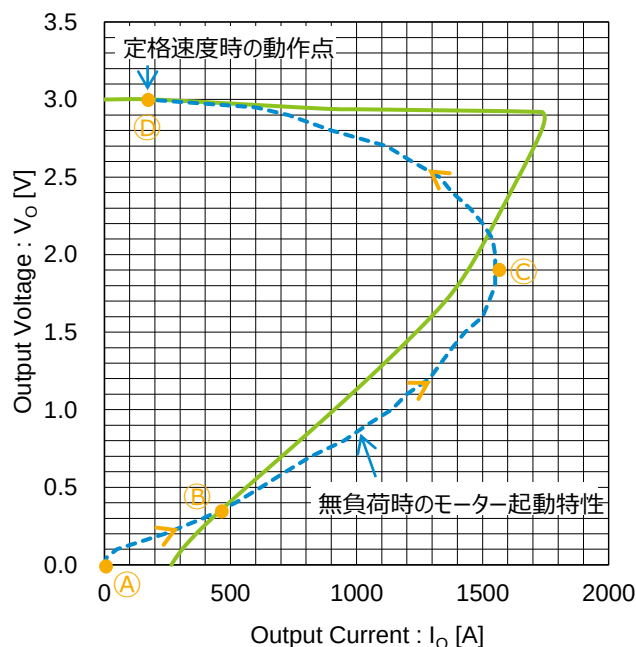

Figure 19. モーター起動時の動作点変移の例
モーターが回り始めるときの起動電流は定格回転時電流の数倍が流れます。Figure 19 は過電流保護回路にフォールドバック特性を搭載したリニアレギュレータに、モーター起動時の特性を重ねたグラフです。このモーターの動作点は④点から始まり、電圧上昇と共に起動電流も増加し、⑤点⑥点を経て定格速度時の動作点である⑦点へ移動します。この例ではモーターの起動電流(青の破線)が、過電流保護の電流(緑の実線)を超える⑥点で安定点が発生するため出力電圧が 0.35V 以上に上昇できず、起動トラブルが発生します。